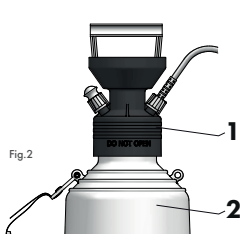

Fig.2
Il est interdit de dévisser la tête (fig. 2/ pos. 1) du réservoir (fig. 2/ pos. 2).